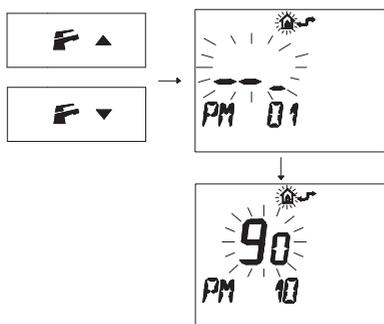

Figura 5.79
- Premere i pulsanti ▼ o ▲ per visualizzare la programmazione "PM10" selezione della frequenza di accensione (Figura 5.79).
Nella Figura 5.79 si visualizza un SET programmato di **90** corrispondente ad un tempo di riaccensione di 3 minuti circa.